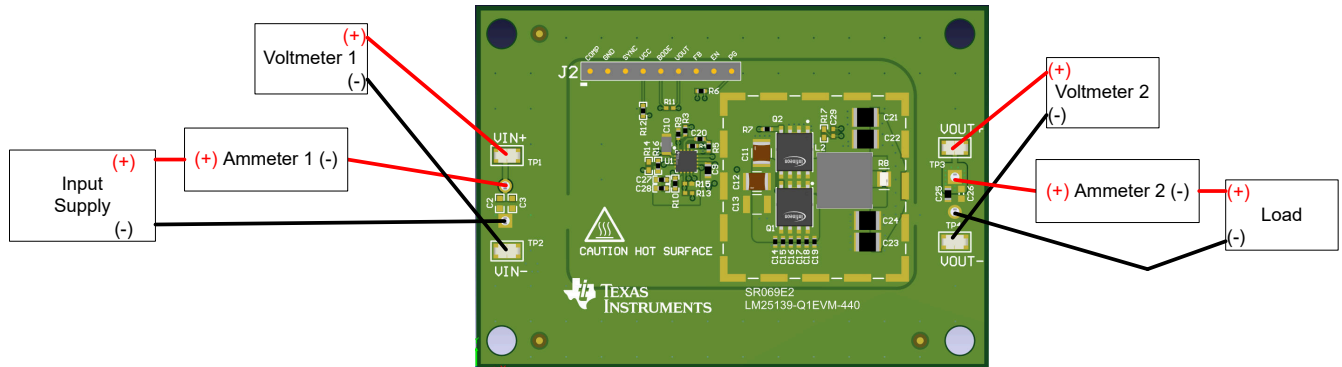

图 2-1. EVM 测试设置
参考表 2-1 所述的 EVM 连接，建议用于评估 LM25139-Q1EVM-440 的测试装置如图 2-1 所示。
- 确认输入源最初设置为 0V 并连接到 VIN+ 和 VIN - 连接点，如图 2-1 所示。如果使用长输入线路，则建议使用一个额外的大容量输入电容器来提供阻尼。